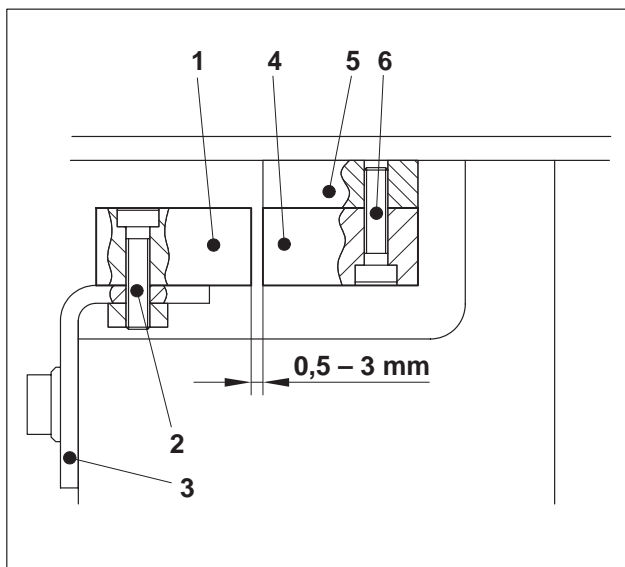

Abb. 12 Eingebauter Reed-Kontakt-Schalter Typ 153
Der Schalter besteht aus dem Sensor (Abb. 12/1) und dem Betätigungsmagneten (Abb. 12/4). Nur Sensoren mit dem Gehäusotyp "153" verwenden.
Bei geschlossenem Schutz muss der Abstand zwischen dem Sensor und dem Betätigungsmagneten **0,5...3 mm** (Abb. 12) betragen.
- ❶ Vorhandenen Sensor (Abb. 12/1) ausbauen.
- ❷ Die beiden Zylinderschrauben (Abb. 12/2) für den neuen Schalter mit dem Schraubensicherungsmittel SN604-S1 benetzen.
- ❸ Neuen Sensor mit den Zylinderschrauben auf der Aluminium-Unterlage (Abb. 12/3) befestigen.
- ❶ Vorhandenen Betätigungsmagneten (Abb. 12/4) ausbauen.
- ❷ Die beiden Zylinderschrauben (Abb. 12/6) für den neuen Betätigungsmagneten mit dem Schraubensicherungsmittel SN604-S1 benetzen.
- ❸ Neuen Betätigungsmagneten mit den Zylinderschrauben auf der Aluminium-Unterlage (Abb. 12/5) befestigen.